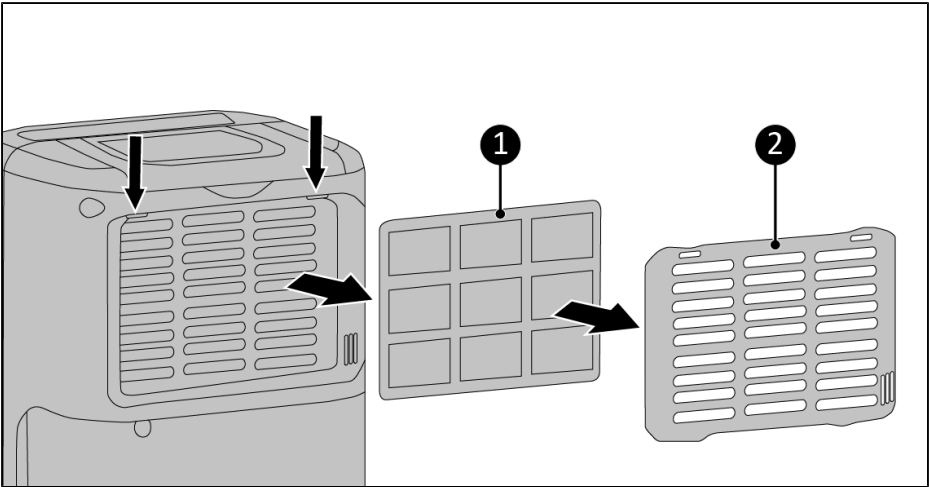

Abbildung 29.
2. Entfernen Sie den Rahmen (Abbildung 29, Pos. 2).
3. Entfernen Sie den Filterhalter (Abbildung 29, Pos. 1).